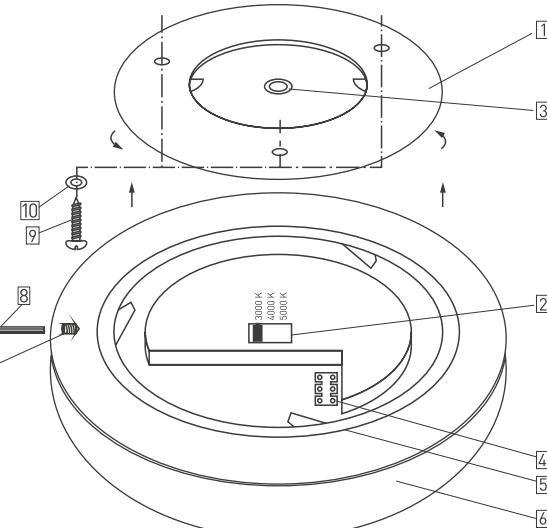

Рис. 2. Конструкция светильника
⚠ ВНИМАНИЕ! Для предотвращения несанкционированного демонтажа в конструкции крепления предусмотрен специальный стопорный винт [7] (см. рисунок 2).
- Для переключения цветовой температуры воспользуйтесь переключателем CCT [2] (см. рисунок 2). Изменение режима работы допустимо делать только при отключенном питании светильника.